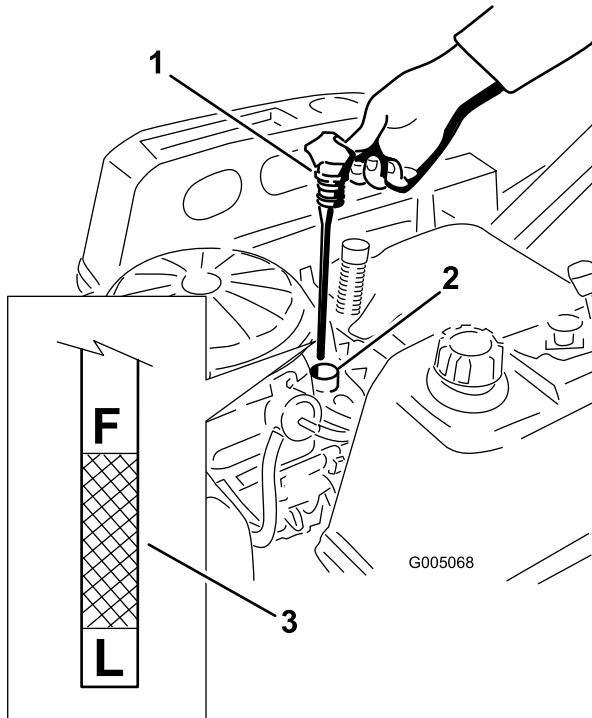
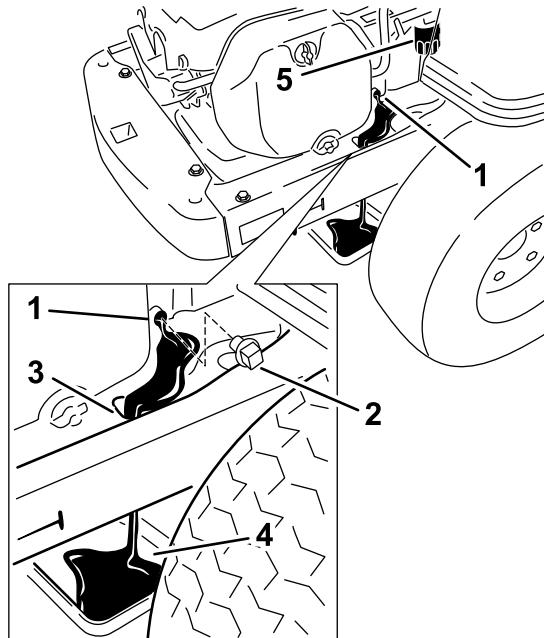

Figura 23
Figura 24
- Retire el tapón de llenado/varilla de aceite y límpielo. Vuelva a colocar la varilla y empuje firmemente para asentarla en su lugar (Figura 23).
- Limpie la zona alrededor del tapón de vaciado del bastidor de la máquina. Coloque un recipiente debajo de la máquina, directamente debajo del orificio de vaciado del bastidor, según se muestra en Figura 24.
- Retire el tapón de vaciado de aceite (Figura 24). Retire el tapón de llenado/varilla (Figura 23).
- Retire el filtro usado y límpie con un paño la superficie de montaje (Figura 24).
9. Cuando se haya drenado completamente el aceite, coloque el tapón de vaciado. Apriete el tapón a 14 Nm (125 pulgadas-libra). Limpie cualquier exceso de aceite del bastidor (Figura 24).
13. Vierta lentamente un 80% aproximadamente de la cantidad especificada de aceite por el tubo de llenado (Figura 23).
14. Coloque firmemente el tapón de llenado/varilla (Figura 23).
15. Compruebe el nivel de aceite (Figura 23); consulte Verificación del nivel de aceite.
17. Coloque firmemente el tapón de llenado/varilla (Figura 23).